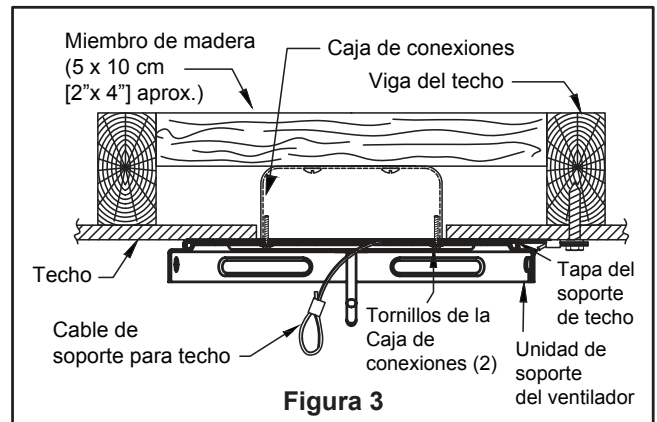

Figura 3
Uso del soporte (Figura 3)
1. Utilice el tornillo de intervalo de 3/8" x 2" y la arandela plana para fijar el cable de seguridad a la viga del techo o a la estructura de madera. Dicho tornillo pasará a través de arandela plana, la presilla del cable de seguridad y se fijará en la estructura del edificio. (Figura 3)
2. El cable de soporte del techo necesita atravesar el centro. Orificio del soporte de techo durante el montaje. Usando los dos tornillos # 8-32 sujetan firmemente la junta del soporte de techo y el soporte del techo a la caja de conexiones del techo como se muestra. (Figura 3)
3. Extraiga uno de los tres tornillos del ensamblaje de la placa de iluminación y guárdelos para paso 5. Afloje levemente los otros dos tronillos. (Figura 3)
- 3.** Para que el ventilador sea funcional, instale las pila (incluidas) de 23A/12V en el transmisor del mando a distancia. Mientras el ventilador esté apagado. A continuación, siga el proceso de fijación remota de código. Si no se utiliza el ventilador durante un largo periodo de tiempo, extraiga la batería para evitar cualquier daño al transmisor. Almacene el mando a distancia en un lugar alejado del calor o la humedad excesiva. (Figura 3)